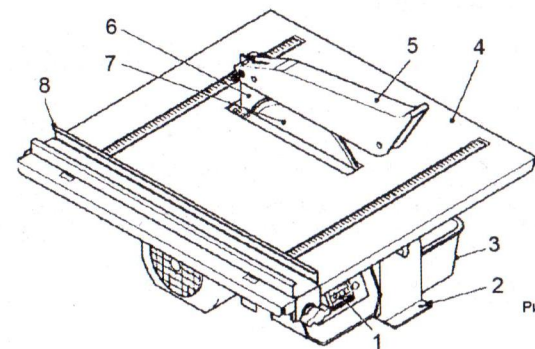

Рис. 1
- Электрический плиткорез снабжен специальным поддоном (3) (См. Рис.1) для водяного охлаждения отрезного алмазного диска.
- Залейте чистую воду в поддон (3) (См. Рис.1) до максимального уровня, указанного на поддоне.
- Для включения плиткореза: нажмите на пусковую кнопку зеленого цвета (1) (См. Рис.1). Переведите ее в положение «ВКЛ» (ON).
- Для выключения плиткореза: нажмите кнопку красного цвета на выключателе (1) (См. Рис.1). Переведите ее в положение «ВЫКЛ» (OFF).
Для удобного реза плитки по диагонали используйте специальный направляющий блок (21) (См. Рис.1; 6).